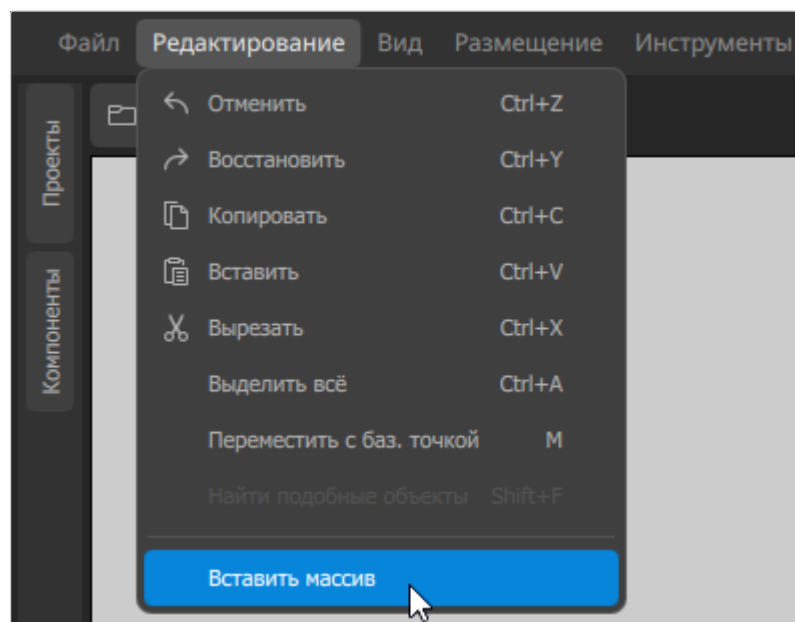

Рисунок 38. Меню «Редактирование» → «Вставить массив»
- 2) Вызвать команду меню «*Редактирование*» → «*Вставить массив*» (см. рисунок 38).